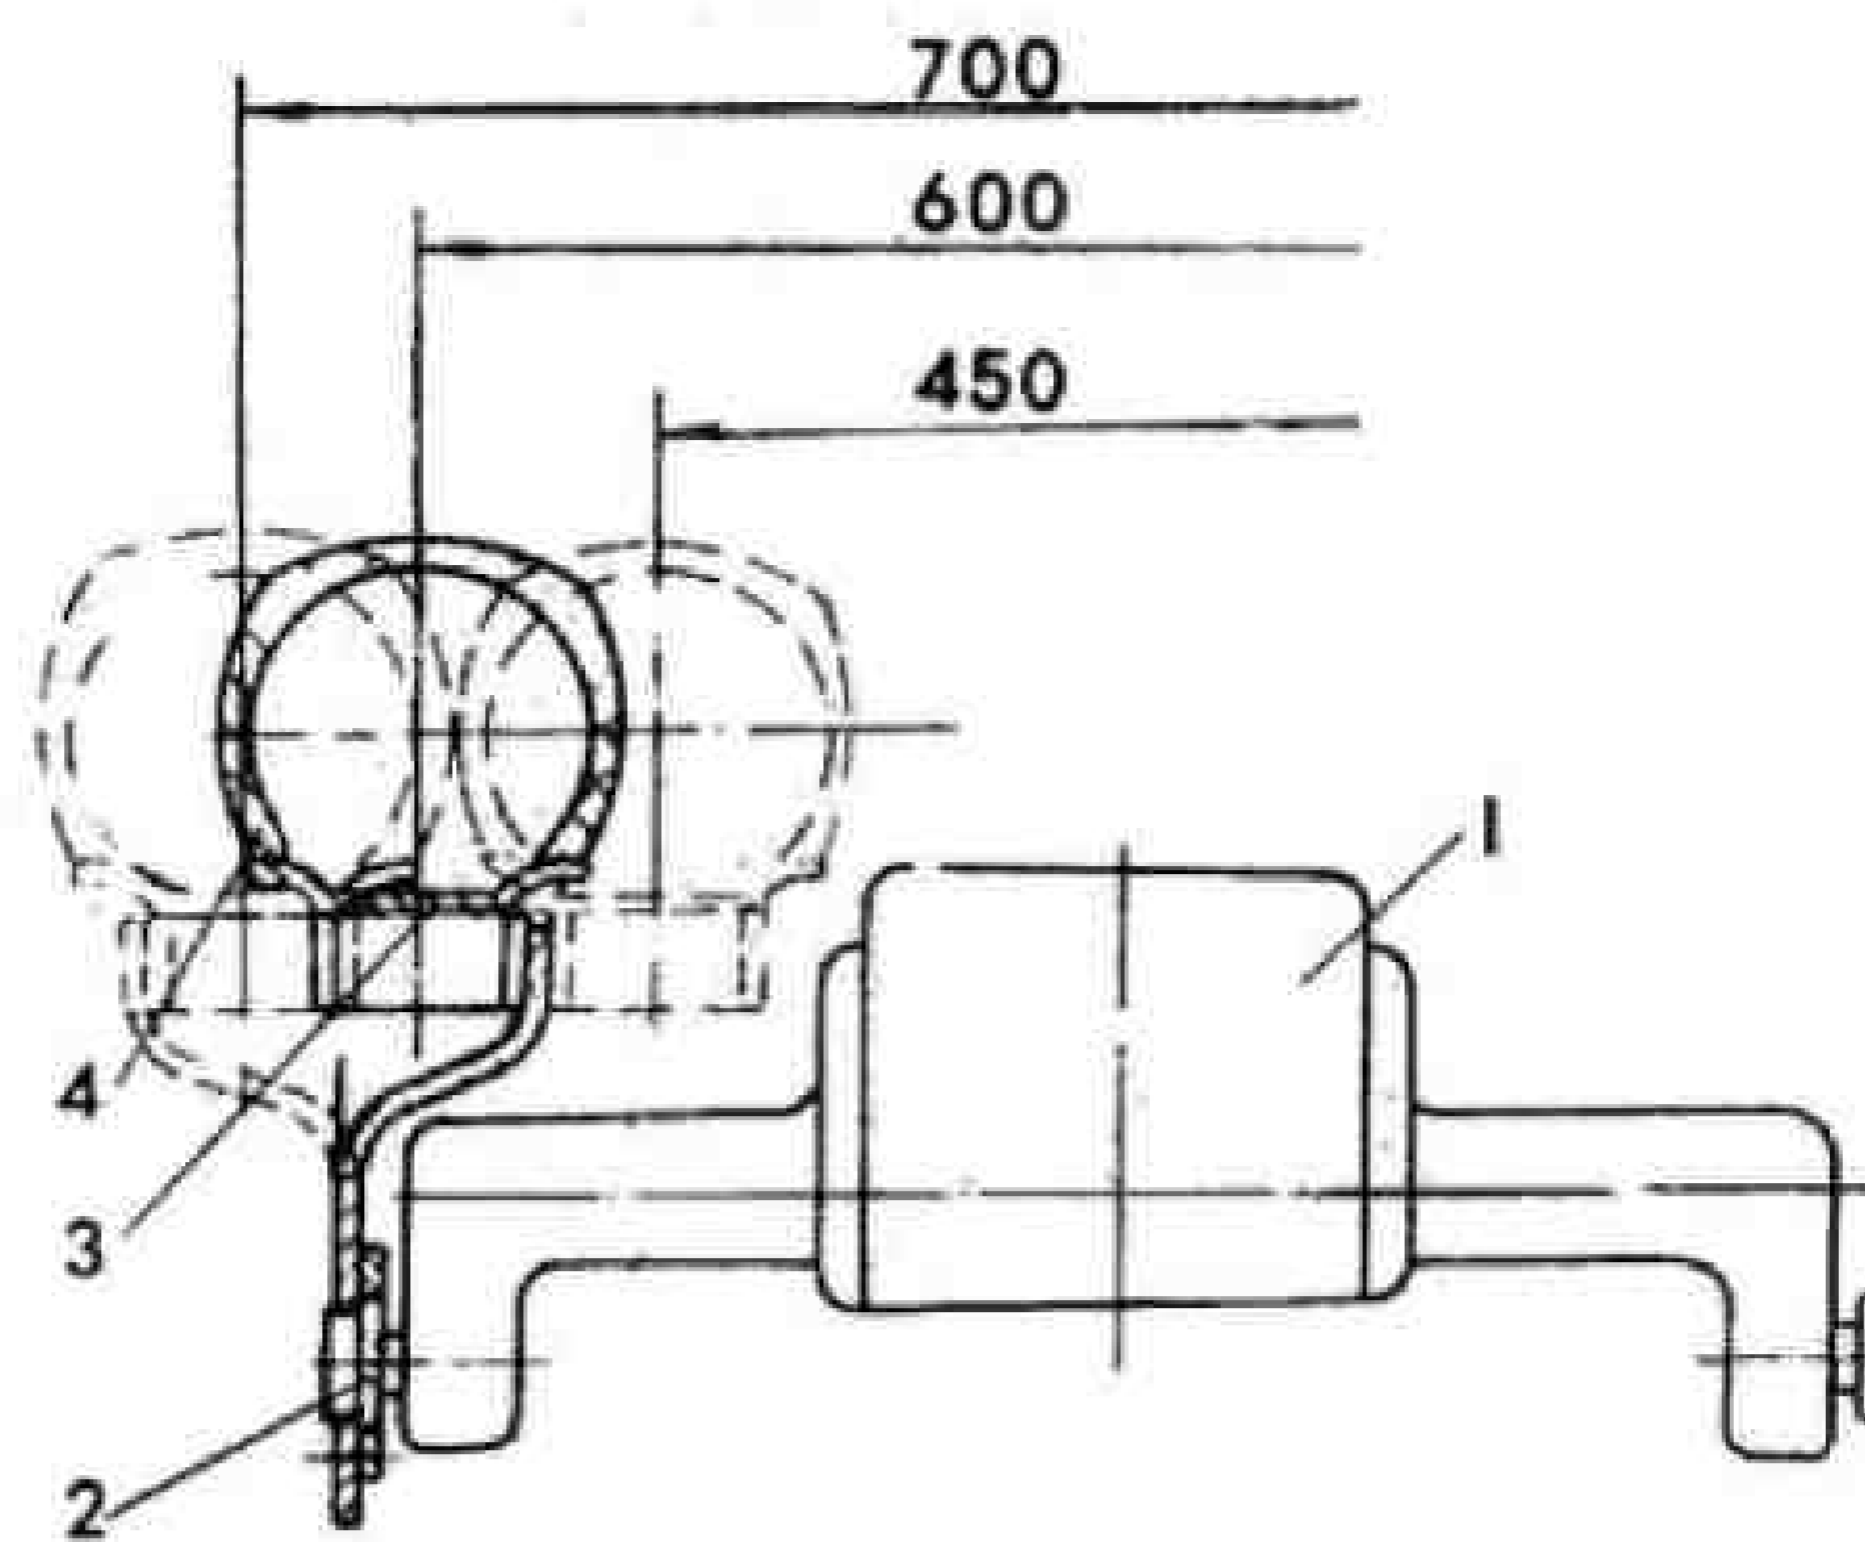

Рисунок 27 – Схема регулирования колеи мотоблока
- 2) отвернуть гайки болтов 7 (рис.12), вынуть болты, повернуть колесо 8 так, чтобы его можно было передвинуть в сторону корпуса трансмиссии и закрепить в положении, указанном на рис. 27. Перестановка второго колеса аналогична.
Из первоначального положения (колея 600 мм) можно получить колею 700 мм, перевернув колесо с диском на 180°. Для этого достаточно отвернуть четыре болта 10 (рис.12), снять колесо 8, повернуть его на 180° и закрепить болтами правое колесо на место левого, а левое – на место правого (рис.27).